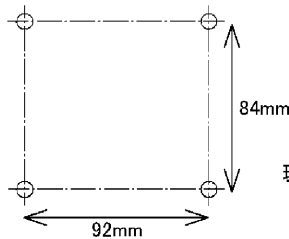

図4 取付寸法
■ 図4, 5 壁面に取り付ける場合
1. 図4の寸法で壁面にアンカーボルトを施工してください。